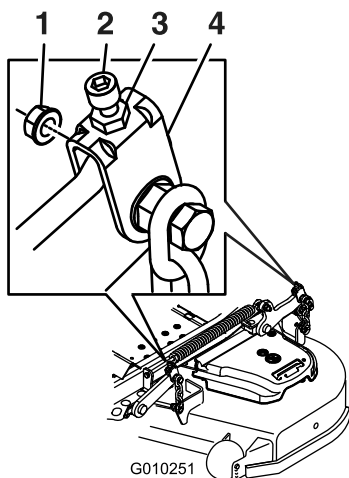

Figure 95
10. Le cas échéant, desserrez l'écrou Whizlock sur le côté de la chape et l'écrou de blocage sur le dessus. Ajustez précisément la vis de réglage en la tournant jusqu'à obtention d'une hauteur de 7,6 mm (3 po) (Figure 95).
16. Ajustez précisément la vis de réglage en la tournant jusqu'à obtention d'une hauteur de 8,3 mm (3-1/4 po) (Figure 95).